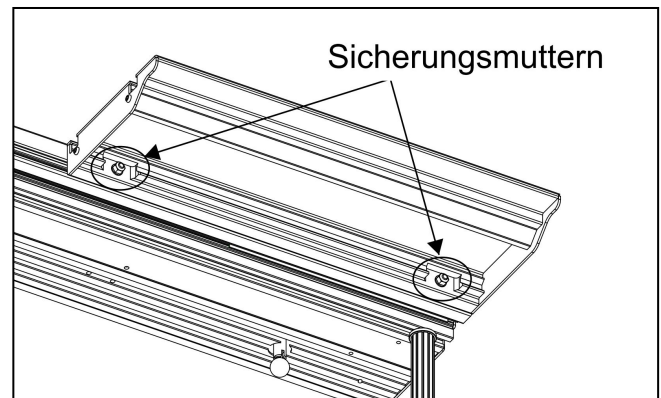

Abb.13
9. Führen Sie die T-Nüsse des Verlängerungstisches in die T-Nut am äußeren Rand des Schiebetisches ein und ziehen Sie dann die Sicherungsmuttern fest, um den Verlängerungstisch zu sichern, wie in Abbildung 13 gezeigt.